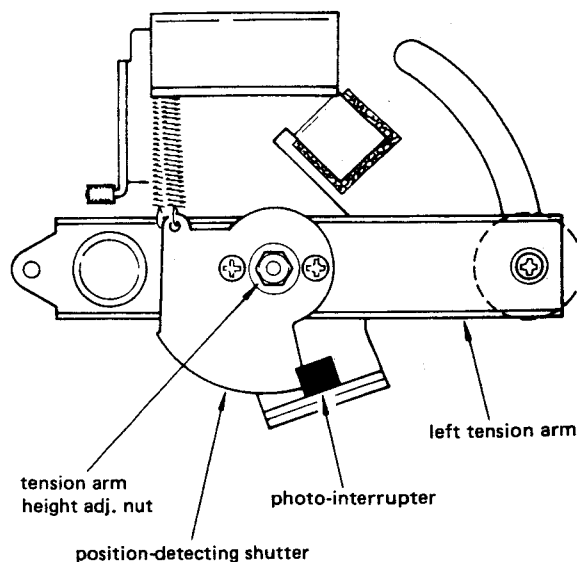

Fig. 2-10
Adjust by turning the left (right) tension arm height adjusting nut (refer to Fig. 2-10) so that the tape moves in the center of the inertia roller.
2. 調整しようとする側のガイドローラの回転を手で止め、ガイドローラのセンターをテープが走行するようにテンションアーム高さ調整ナット(図2-10参照)を調整する。